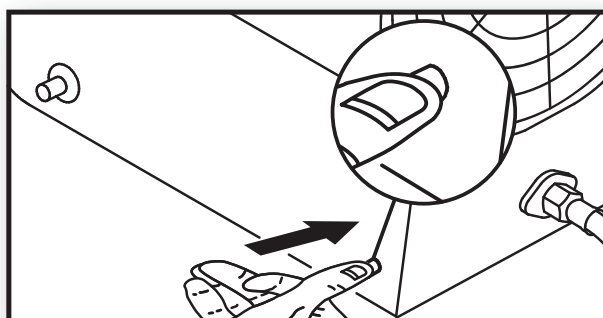

Fig. 16
► 6.1.2. Apăsăți butonul de gaz până la capăt și țineți apăsat (Fig. 16).
► 6.1.3. Apăsăți în mod repetat aprinzătorul piezoelectric (Fig. 17), ținând apăsat butonul de gaz (Fig. 16).